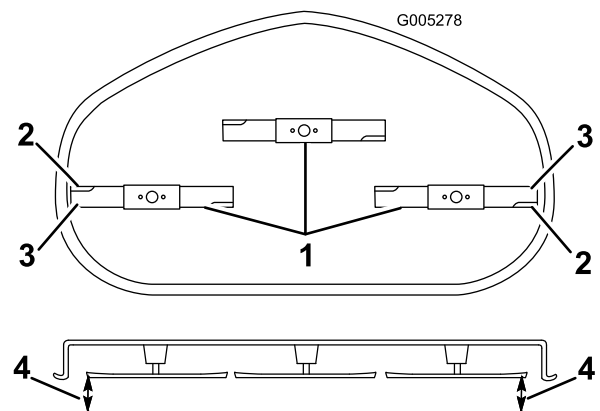

Figura 52
- Gire cuidadosamente las cuchillas hasta que estén todas orientadas lateralmente (Figura 52).
- Mida entre los bordes de corte exteriores y la superficie plana (Figura 52). Si hay una diferencia de más de 5 mm (3/16 pulgada) entre ambas dimensiones, se requiere un ajuste; siga con este procedimiento.